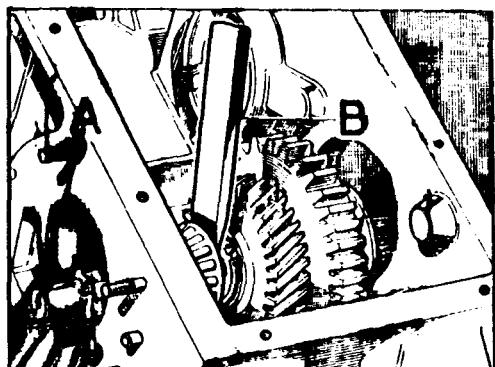

Fig. C-37 Desmontaje del cojinete delantero
- 1.7. Usando una barra de hierro dulce adecuada, con extremo de cincel, B (Fig.C-37), entre la parte posterior del cojinete y el anillo-fiador del piñón de "Alta" y golpearlo suavemente hasta separar el cojinete delantero del eje de salida.